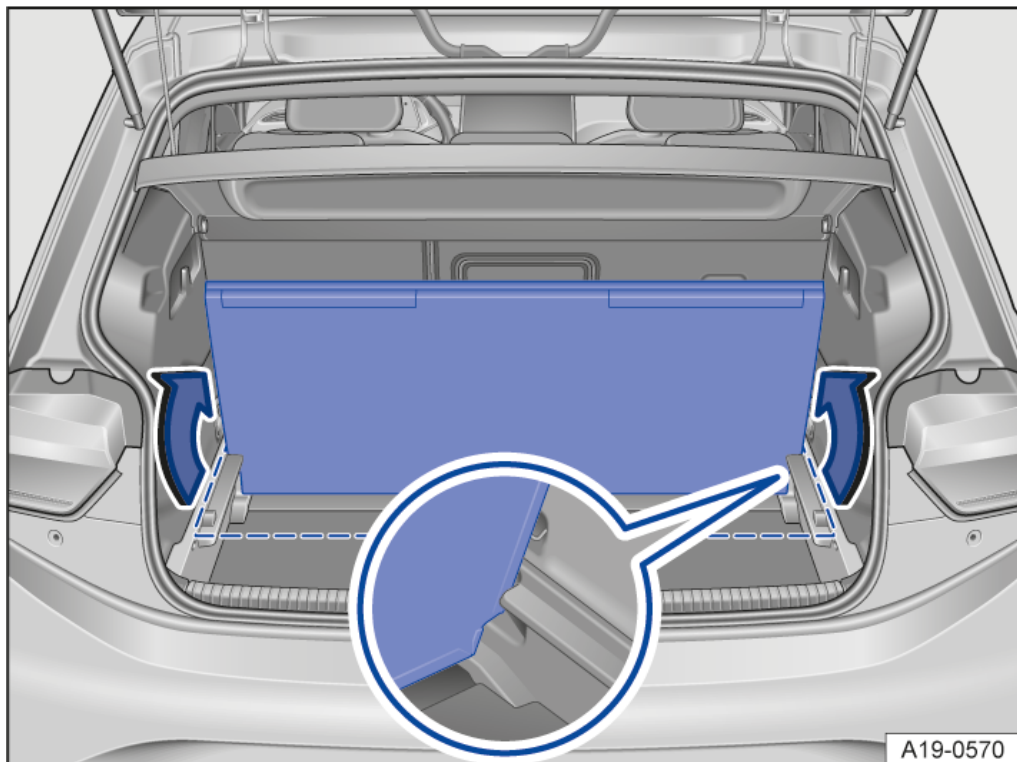

Abb. 2 Im Gepäckraum: Zweiten Gepäckraumboden arretieren.
- Den umgelegten Gepäckraumboden anheben und mit der offenen Seite nach unten in die seitlichen Halterungen stecken → Abb. 2 (Lupe).